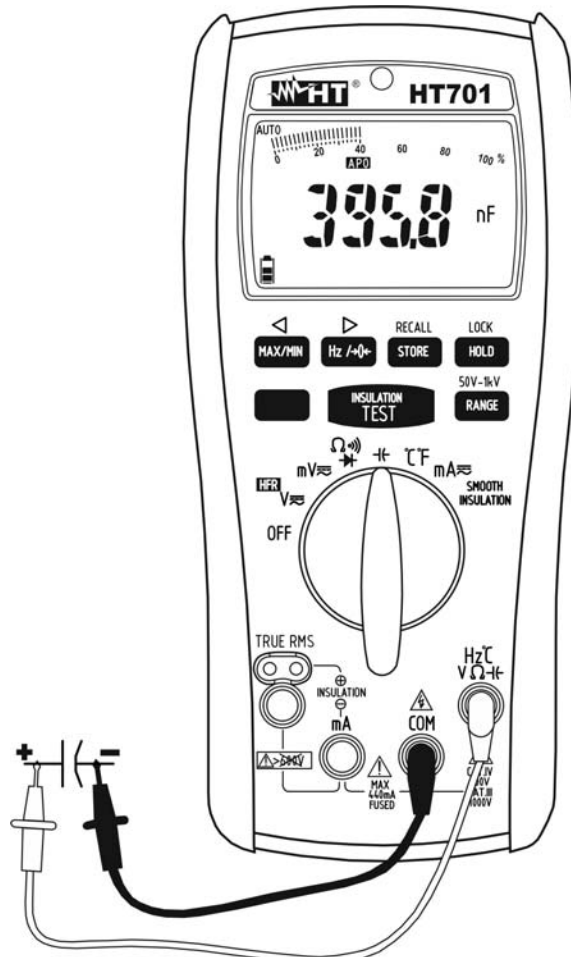

Abb. 8: Verwendung des Gerätes für Kapazitätsmessung
4. Verbinden Sie die rote Messleitung mit der **Hz C V Ω C F** Eingangsbuchse, und die schwarze Messleitung mit der **COM** Eingangsbuchse (siehe Abb. 8)